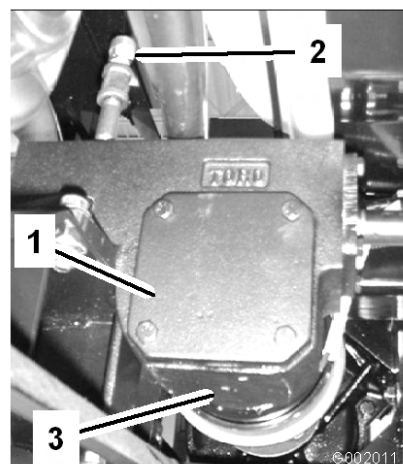

Bild 66
2. Stellen Sie eine Wanne unter die Ablassschraube am Pumpenantriebsgetriebekasten (Bild 66).
3. Nehmen Sie die Einfüll- und Ablassschraube (Bild 66) ab, damit das Öl in die Wanne ablaufen kann.